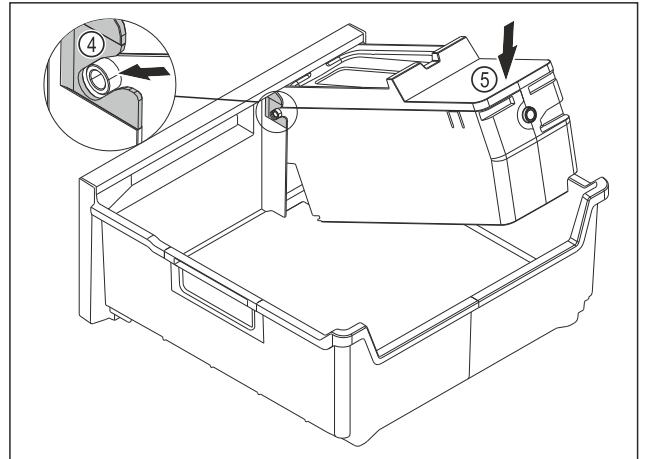

Fig. 187
- ▶ EasyTwist-Ice-rungon asennus: Työnnä EasyTwist-Ice-rungon akselit ohjaimiin Fig. 187 (4).
- ▶ Paina EasyTwist-Ice-runkoa Fig. 187 (5) takaa alaspäin.